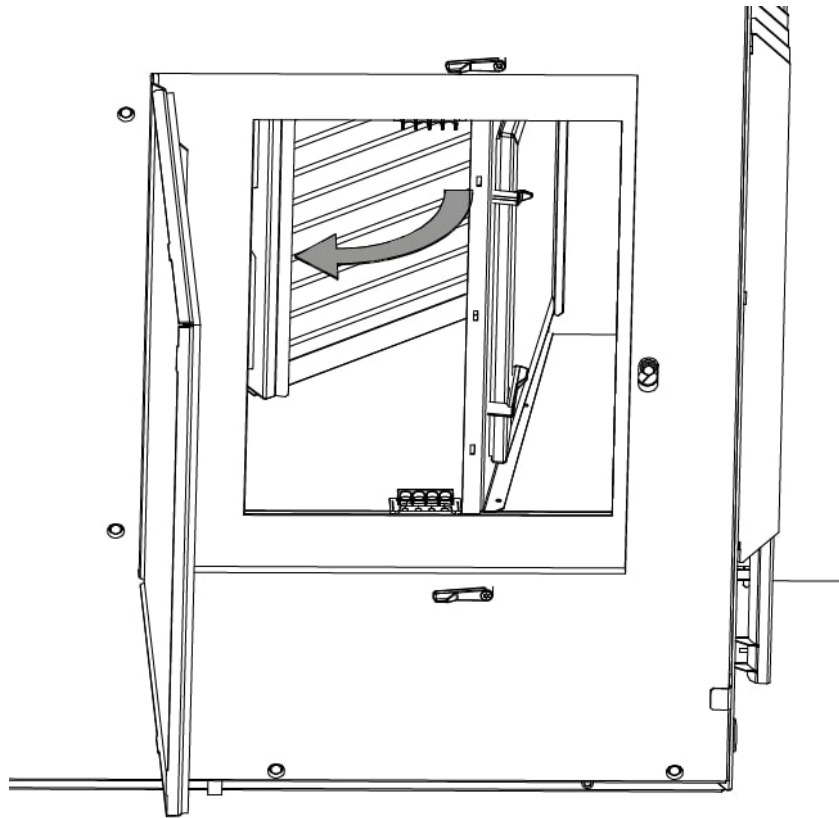

Abbildung 14: Öffnen des Scharniers, das den Feinfilter in Position hält
6. Öffnen Sie das Scharnier, das den Feinfilter in Position hält, siehe Abbildung 14 unten.